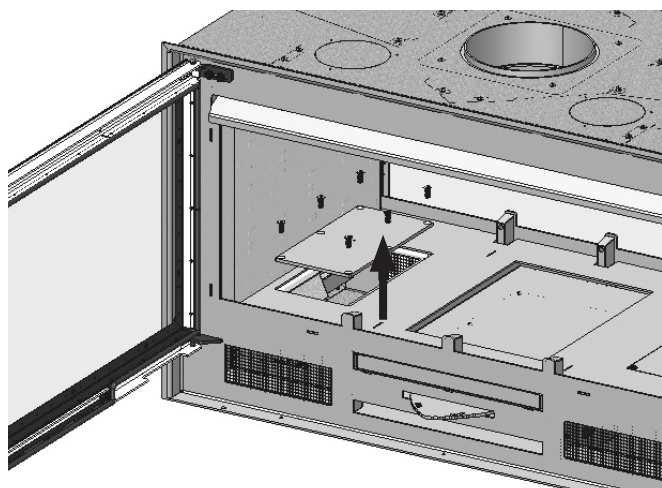

FIG. 10
2. Allentare le viti dei coperchi laterali che danno accesso ai ventilatori, situati sotto la base. (Fig. 10)